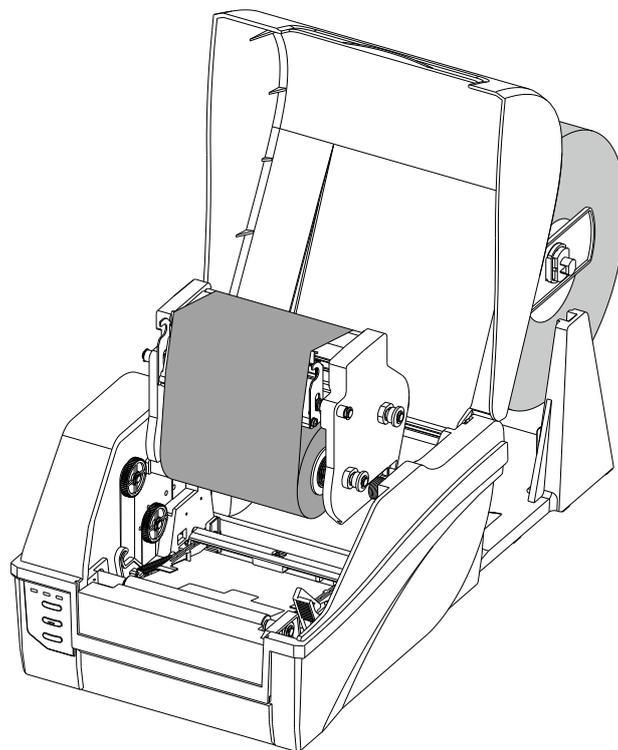

图 2-21 安装纸卷
4. 将纸卷轴连同纸卷一起放入纸架，按纸卷轴上的刻度将纸卷放置在中间位置，并将两个挡板靠紧纸卷。如图 2-21 所示。